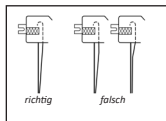

Afbeelding 13
**Let op:** De draad moet door de rechter bovenkant van de spoel of garenklos lopen. De veer moet op zijn plaats zitten voordat de spoel wordt aangebracht. (Zie afbeelding 13)
## **EEN NORMALE GARENKLOS AANBRENGEN** *(Zie afbeelding 13)*